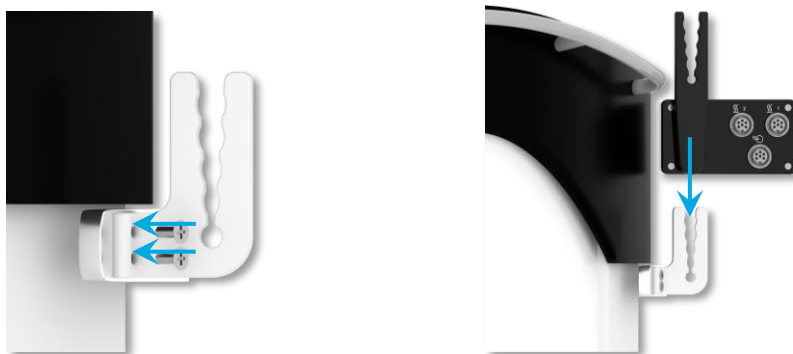

Abbildung 5:
1. Den Schlauchhalter mit der Öffnung nach oben, an der linken Seite (Draufsicht), an dem Vacusat® power montieren (*Abbildung 5*)
2. Die Thermia Pro Console in den Schlauchhalter einhängen (*Abbildung 5*).